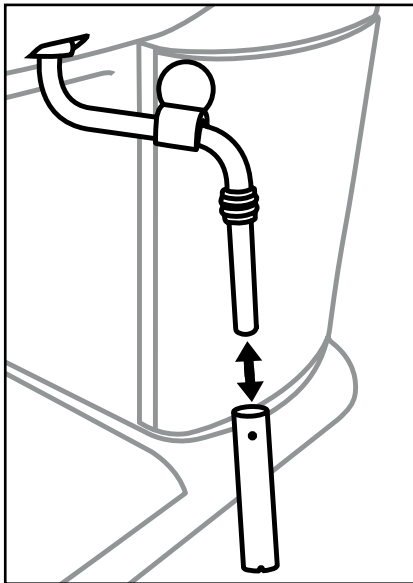

Abbildung 1
- 1) Stellen Sie einen leeren Behälter unter den Milchaufschäumer **⑥**.
- 2) Drehen Sie den Dampfregler **②** direkt nach dem Gebrauch auf „☞“ und lassen Sie einige Sekunden Dampf entweichen.
- 3) Drehen Sie den Dampfregler **②** zu (bis zum Anschlag in Richtung „0“ drehen), schalten Sie das Gerät aus und ziehen Sie den Netzstecker.
- 5) Ziehen Sie die Hülle des Milchaufschäumers **⑥** ab (Abbildung 1) und reinigen Sie diese sorgfältig im warmen Wasser.
- 7) Schieben Sie die Hülle wieder auf die Düse (Abbildung 1).